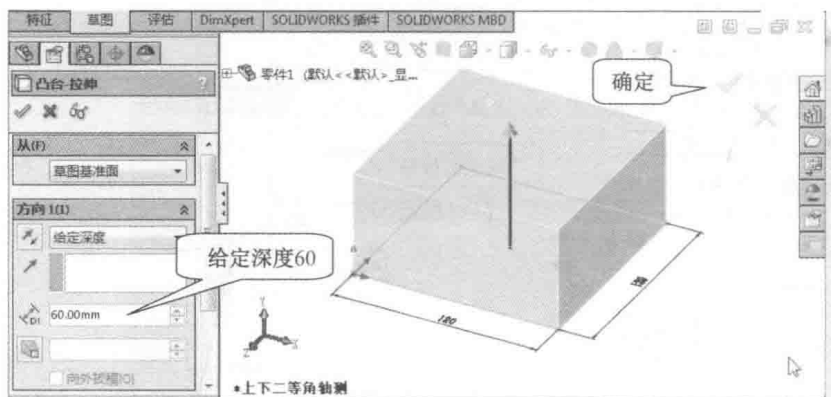

图 1-14 设置拉伸属性
(6) 单击“视图(前导)”工具栏中的“整屏显示全图”按钮，调整视图显示。
(7) 单击确认角的“确认”按钮，结束并接受草图绘制。系统退出绘制草图状态，并自动进入“凸台-拉伸”属性设置状态，如图 1-14 所示。